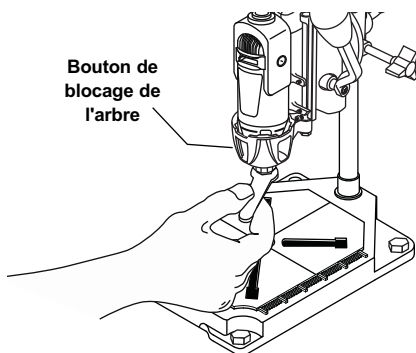

Figure 2. Desserrage/ serrage de la Douille
1. Appuyez sur le bouton de blocage de l'arbre et maintenez-le enfoncé tout en tournant l'écrou de douille et l'arbre. Continuez de tourner l'écrou de douille et l'arbre jusqu'à ce que le blocage s'enclenche et bloque l'arbre (Figure 2).
Enfoncez le cordon dans la pince du cordon (Figure 2), ce qui le maintient éloigné de la zone de travail. Assurez-vous qu'il y a assez de mou dans le cordon pour qu'il ne soit pas tendu quand la perceuse sensitive est en bout de course.